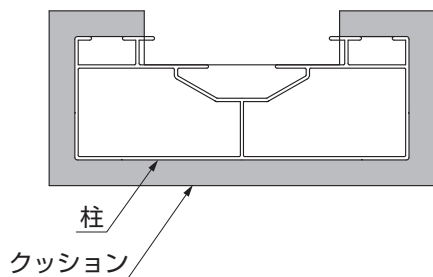

図2-13
②柱固定アンカー埋込み後は、あて木をし、気温が5～10℃未満の場合は48時間、10～35℃の場合は24時間、柱が動かないようにしてください。
③柱固定アンカーが硬化した後に、図2-13の■をカッター等で切取ってください。